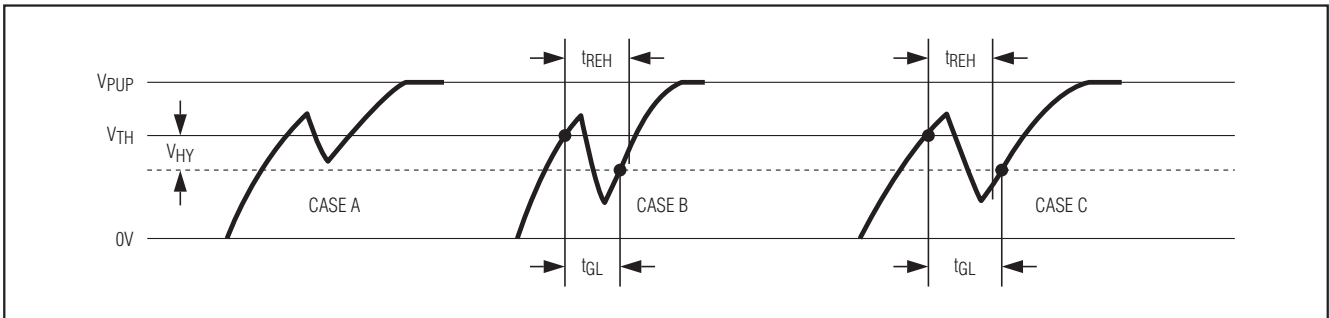

图14. 噪声抑制示意图
- 3) 由低至高的切换门限 V_{TH} 具有一个滞回。如果一个负毛刺的电压低于 V_{TH} ，但不低于 $V_{TH} - V_{HY}$ 时，就不会判定为负脉冲(图14中的示例A)。滞回在任何1-Wire速率下均起作用。
- 4) 该系统设计了一个上升沿拖尾时间 t_{REH} 定义的时间窗口，在这个窗口内，即使毛刺电压低于门限 $V_{TH} - V_{HY}$ (图14中的示例B， $t_{GL} < t_{REH}$)，毛刺电压仍会被忽略。如果超过 t_{REH} 时间窗口，且电压降或毛刺电压低于 V_{TH} 门限，则滤波器就不能滤除这些噪声，将被主机误认为新时隙的开始(图14中的示例C， $t_{GL} \geq t_{REH}$)。